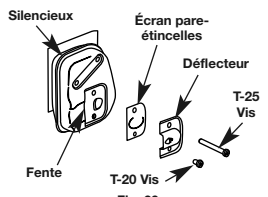

Fig. 39
2. Retirez la vis retenant le couvercle du pare-étincelles au silencieux à l'aide d'un tournevis à lame plate ou à mèche no. T-20 Torx et no. T-25 Torx (Fig. 39).